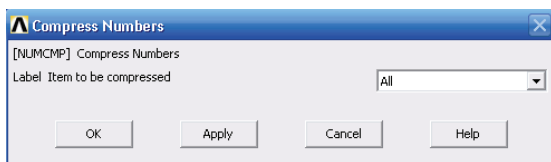

图 3-11 压缩实体编号对话框
② 技巧：也可以通过鼠标拾取相应编号的面。
5) 选择 Main Menu | Preprocessor | Numbering Ctrl | Compress Numbers 命令，出现 Compress Numbers 对话框，在 Label Item to be compressed 下拉选框中选择 All，如图 3-11 所示，单击 OK 按钮关闭该对话框。